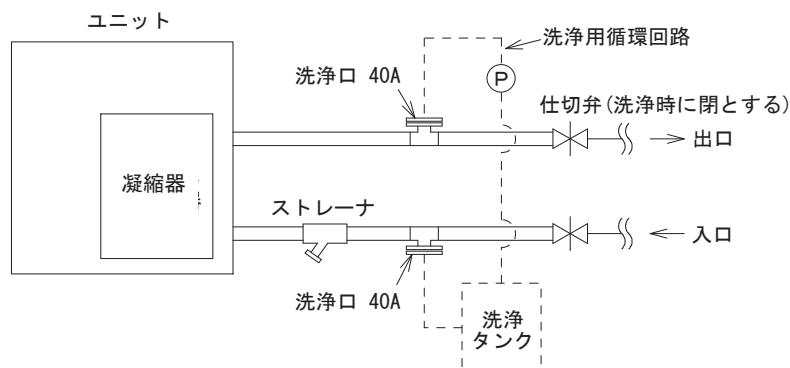

図3-3
- ④ 凝縮器は水質によっては早い時期にスケールが付着する可能性があり、このスケール除去のために定期的な薬品洗浄をする必要があります。このために冷却水配管には仕切弁を設け、この仕切弁とユニットとの間の配管には薬品洗浄用の配管接続口を設けて下さい。(図3-3)